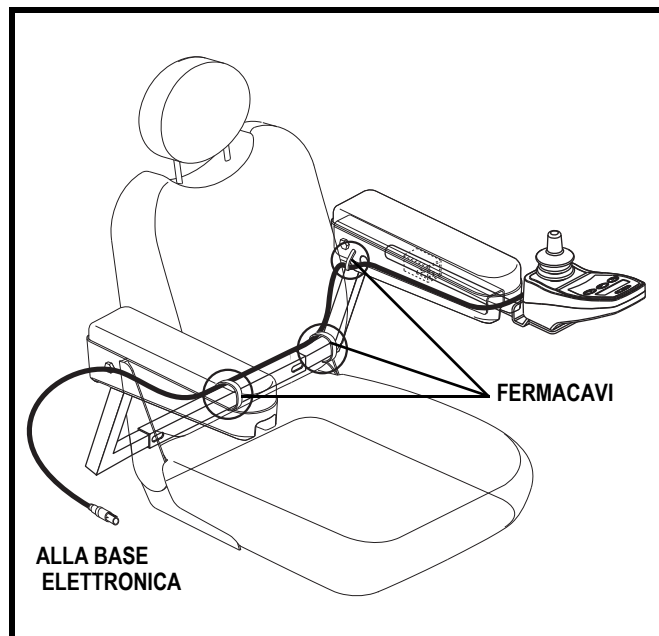

Figura 13. Centralina diretta su un sedile
6. Fissare il cavo della centralina al ricevitore del bracciolo con fermacavi (solo sedili speciali). **Vedere la figura 13.**